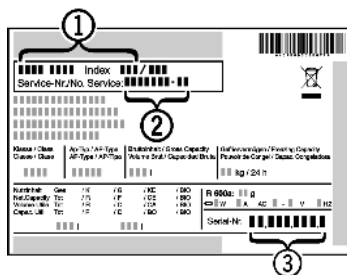

Fig. 21
- ▶ Apparaataanduiding Fig. 21 (1), service-nummer Fig. 21 (2) en serienummer Fig. 21 (3) van het typeplaatje aflezen. Het typeplaatje bevindt zich aan de binnenkant van het apparaat.